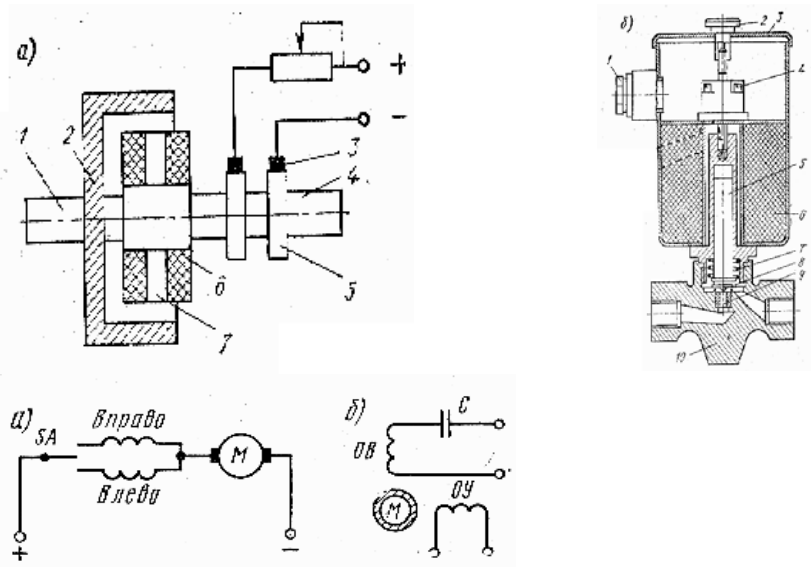

Рис. 3
3. Исполнительные элементы в системах судовой автоматики. Принцип работы исполнительных элементов (рис.3). Применение в системах автоматики.